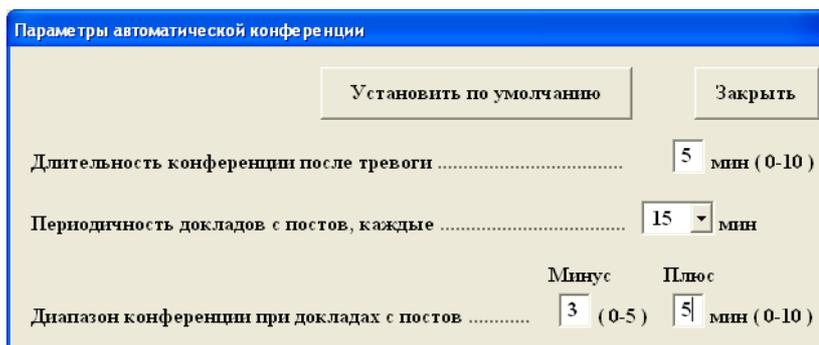

Рис. 8.60 – Панель *Параметры автоматической конференции*.
- если задано «Параметры», то работа автоматической конференции определяется параметрами, значения которых можно установить, если нажать на кнопку **Параметры конференции**. В этом случае откроется панель *Параметры автоматической конференции* (Рис. 8.60).